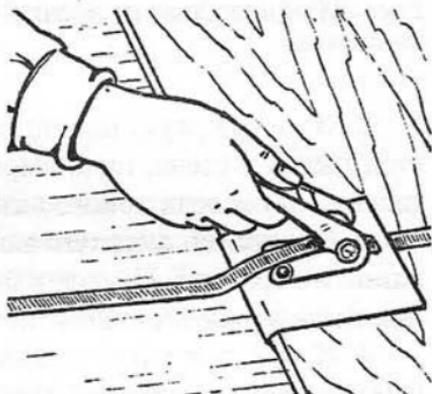

Рис. 43. Использование натяжного стопорного рычага
10. Натяжные ремни натягивают прижимающим стопорным рычагом (рис. 43). Если рычаг отпустить, натяжение ремня ослабнет.